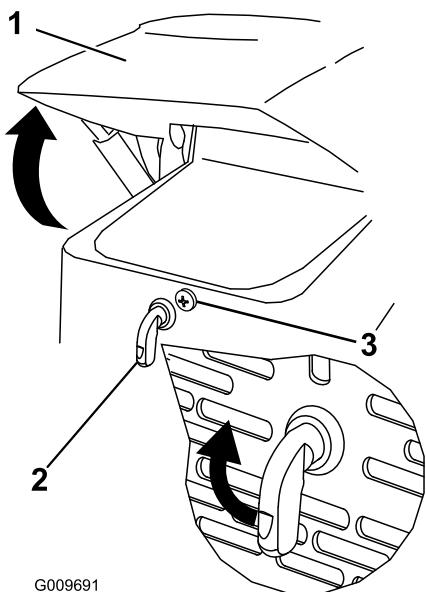

Figura 21
1. Afloje el tornillo de bloqueo del capó (Figura 21).
2. Giro el cierre del capó en el sentido de las agujas del reloj (Figura 21).
3. Levante el capó (Figura 21).
3. Apriete el tornillo de bloqueo del capó para bloquear el cierre (Figura 21).